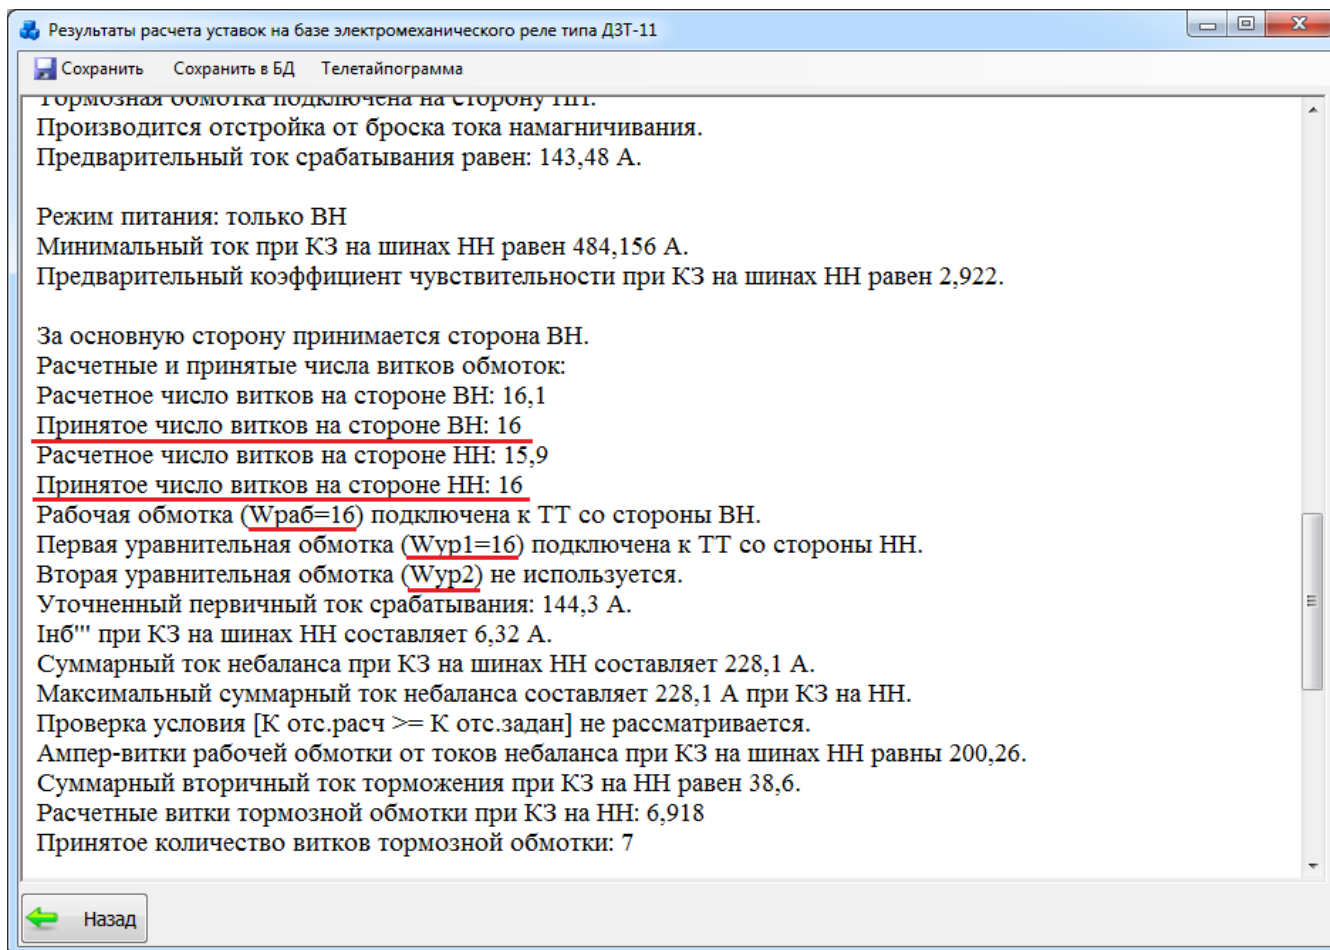

Рисунок 3.9.40
- в случае, если число витков на стороне высшего напряжения (ВН) равно числу витков на стороне НН, то рабочая обмотка присоединяется к трансформаторам тока со стороны ВН, первая уравнительная обмотка присоединяется к трансформаторам тока, установленным со стороны НН, а вторая уравнительная обмотка не используется (Рисунок 3.9.40).